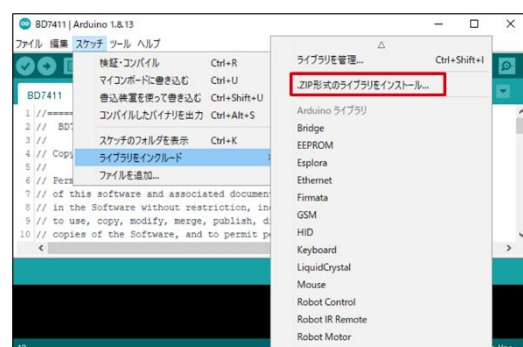

Figure 3. ソフトウェアのインストール
7. [スケッチ] -> [ライブラリをインクルード] -> [.ZIP 形式のライブラリをインストール] を選択し、5. の zip ファイルを選択 (Figure 3)